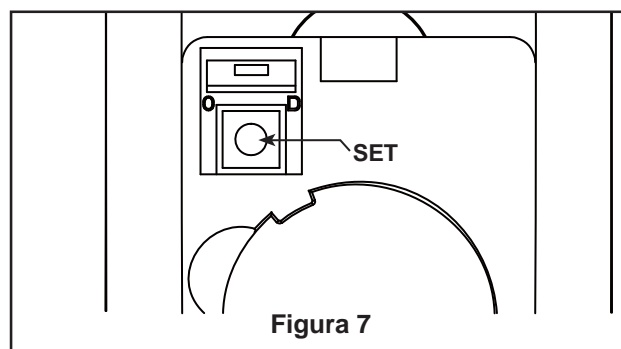

Figura 7
7. Asegure el vidrio en la la ensamble de la placa de iluminación girándolo en el sentido de las agujas del reloj y sin apretar demasiado. (Figura 7)
9. Si ha encontrado un problema durante el proceso de configuración, puede seguir el siguiente procedimiento para limpiar el código de memoria de su mando a distancia: (Figura 7)